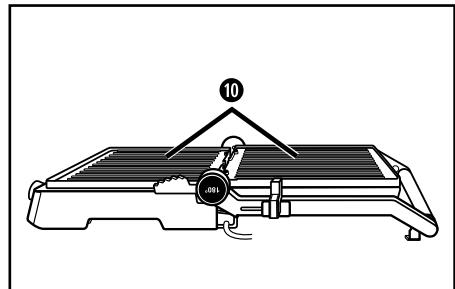

Fig. 2
- 3) Plăcile de încălzire 10 stau acum una lângă alta și pot fi utilizate ca un grătar tip masă (fig. 2).